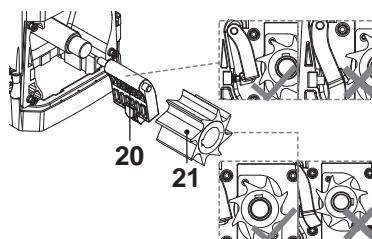

Fig. 14
4. Se necessário, remova a contra-lâmina (20) e a lâmina de corte (21) (Fig. 14).